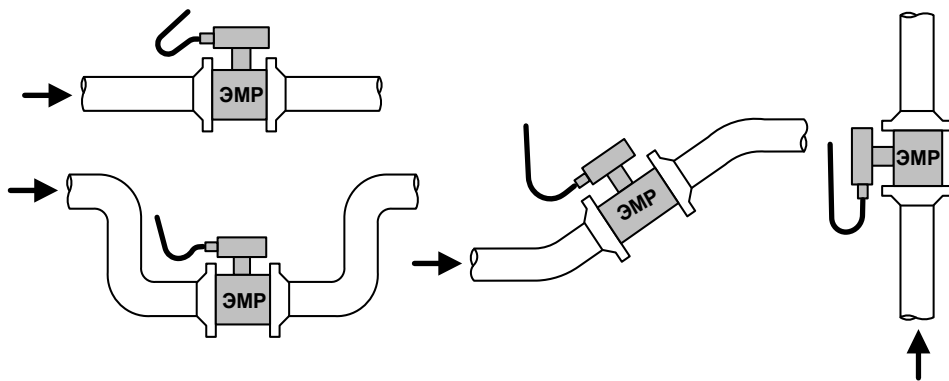

Рис.1. Рекомендуемые места установки ЭМР в трубопроводе.
3.2.1. ЭМР допускается монтировать в горизонтальный, наклонный или вертикальный трубопровод с восходящим потоком (рис.1). При этом должны выполняться следующие требования:
3.2.4. В случае невозможности установки расходомера в рекомендуемых местах (рис.1) допускается монтаж прибора в верхней точке трубопровода (рис.2а) или на нисходящем потоке напорных трубопроводов (рис.2б, 2в).